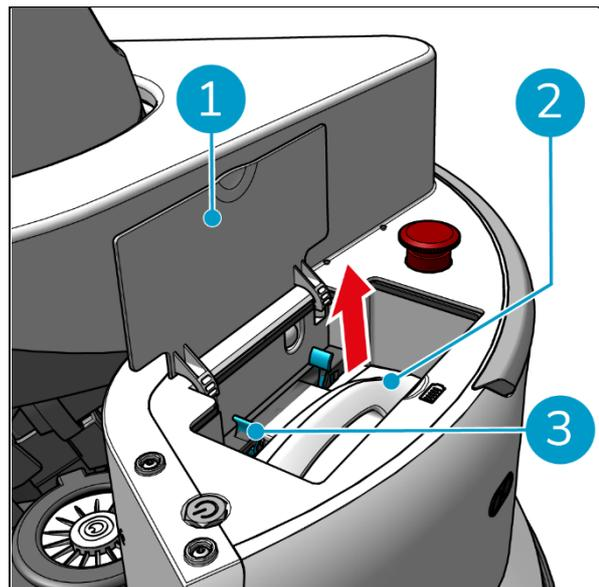

Figura 49
2. Aprire il coperchio del vano batterie (Figura 49, pos. 1).
3. Premendo le linguette blu (Figura 49, pos. 3), tirare la batteria (Figura 49, pos. 2) dal vano.